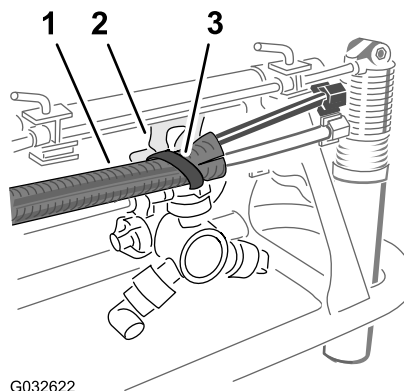

Рисунок 23
- Закрепите трубки в сборе в отверстии опоры сопла при помощи кабельной стяжки, как показано на Рисунок 23.